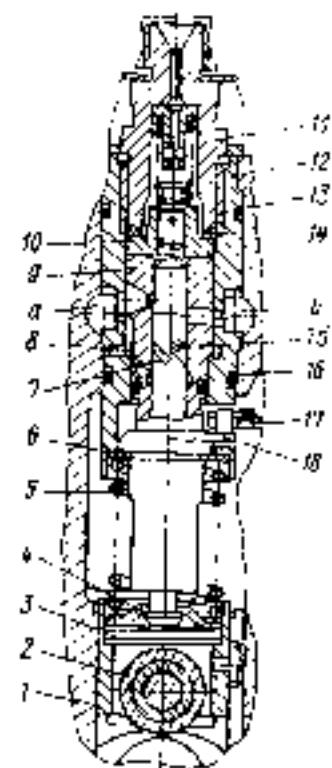

Bild 42. Teildarstellung der Einzelteilemotor.
Die Einspritzpumpe (Bild 42) hat die Aufgabe, den Kraftstoff in einer genau bestimmten Menge zu
1. Den Kraftstoffdruck vor der Pumpe messen, der bei der Pumpenwellendrehzahl von 1300 min⁻¹ 50...100 kPa (0,5...1,0 kp/cm²) betragen soll. Liegt der Druck außerhalb dieses Bereiches, so soll die Verschlußschraube vom Reduzierventil 7 (s. Bild 42) herausgedreht und der Druck mit Scheiben eingestellt werden.
Zur Kontrolle den rechten Gewindestopfen 9 (s. Bild 42) herausdrehen, die Regelstange mit dem Finger halten und durch den entstehenden Druckkraft den Zeitpunkt bestimmen, wenn die Regelstange in Bewegung kommt.